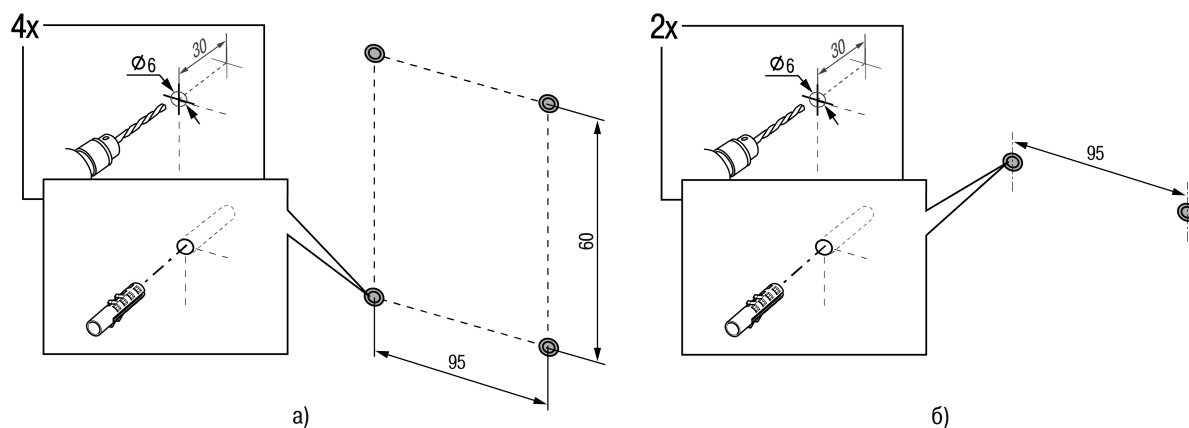

Рисунок 7.3 – Подготовка посадочного места для несъёмного (а) или съёмного (б) вариантов монтажа
1. Подготовить отверстия в стене или панели в соответствии с установочными размерами (см. рисунок 7.3). Установить в отверстия в стене дюбели из комплекта поставки.